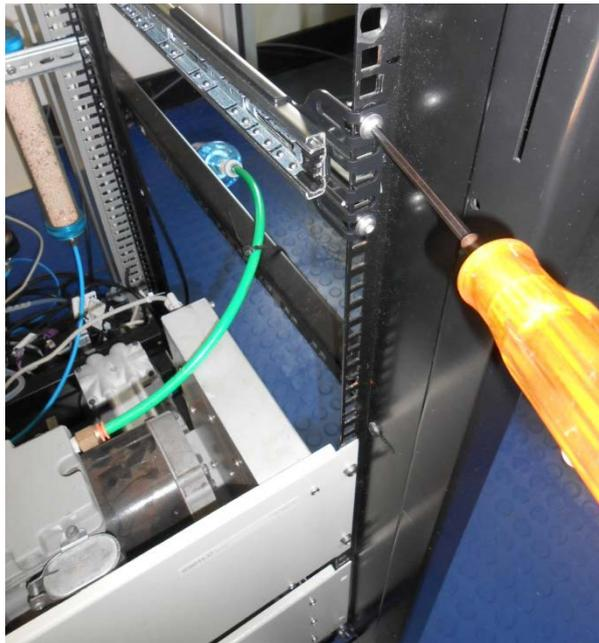

Figure 71 – Fixation des glissières à l'avant du rack
7. Fixer solidement les deux glissières externes assemblées sur les côtés gauche et droit du rack à l'aide d'écrous, de rondelles et d'écrous cages/bloquants M6 (voir Figure 71).